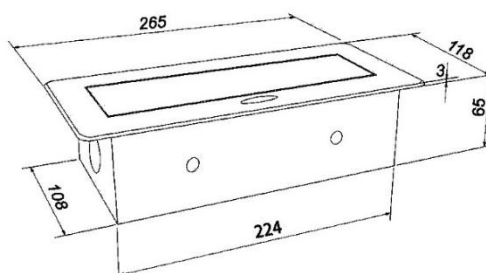

Рис. 5
- Размеры блока розеток указаны на рис. 5
- Порт Type-A+C зарядки (только для моделей с USB): Quick Charge (QC) 18Вт, 5В, 3.5А;